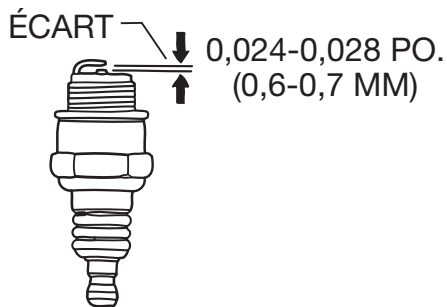

Figure 17. Écartement de la bougie
3. Démontez et nettoyez la bougie (Figure 17), puis ajustez l'écart de la bougie à 0,028 ~ 0,031 po (0,6 ~ 0,7 mm). Cet appareil est muni d'un allumage électronique, qui ne nécessite aucun ajustement.